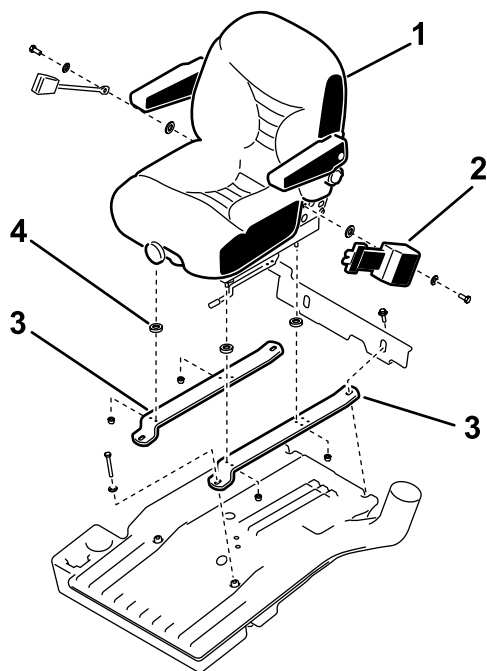

Figura 2
3. Monte o novo banco nas correias de suporte do banco com as quatro porcas de bloqueio e quatro espaçadores existentes (Figura 2).
6. Monte as correias de suporte do banco no depósito de combustível com os parafusos e anilhas anteriormente retirados (Figura 2).
1. Monte o cinto de segurança no banco com dois parafusos, duas anilhas chatas (1/2") e duas anilhas chatas (9/16"); consulte Figura 2.